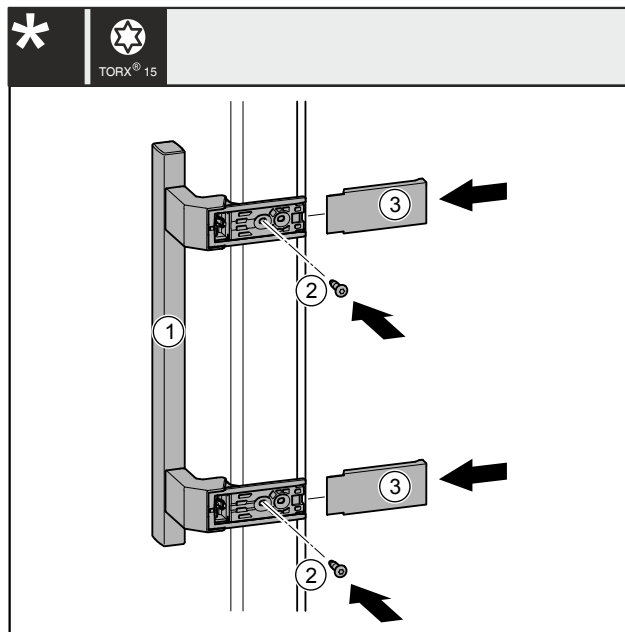

Fig. 41
- ▶ Nasadte madlo Fig. 41 (1) na protilehlé straně.
- ▶ Šroubovákem šrouby Fig. 41 (2) pevně utáhněte.
- ▶ Kryty Fig. 41 (3) bočně nasadte a nasuňte je tak, aby zapadly na své místo.